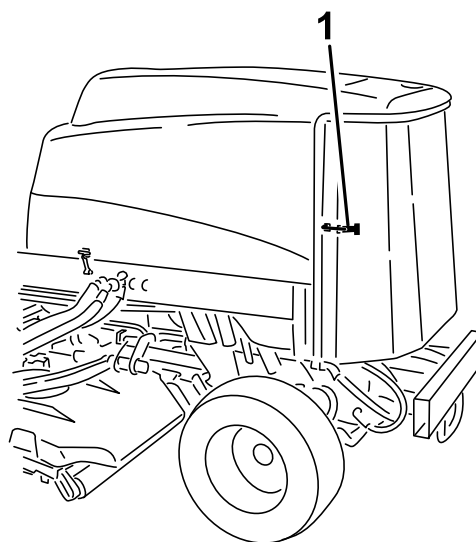

Figura 117
3. Desprindeți și deschideți prin pivotare ecranul spate (Figura 117).